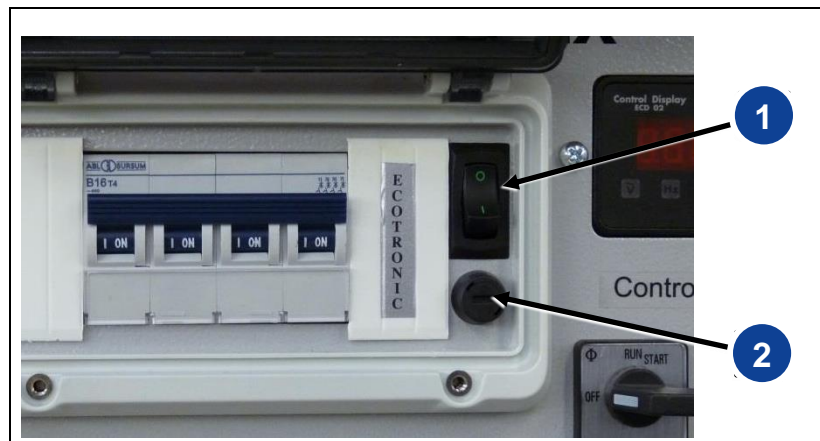

Fig. 4-8: Interrupteur à bascule pour la diminution du régime à vide
1. Placez l'interrupteur à bascule (Fig. 4-8-(1)) –en position "I" (Marche).
1. Placez l'interrupteur à bascule (Fig. 4-8-(1)) en position "0" (Arrêt).